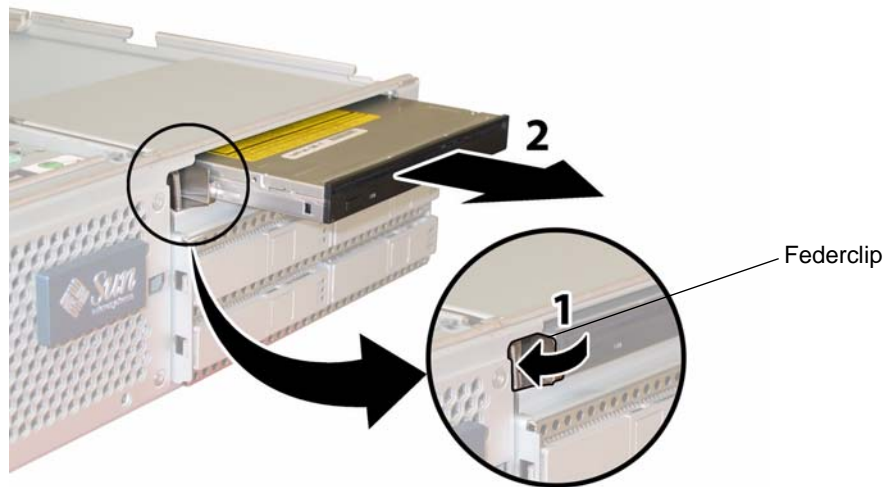

ABBILDUNG 4-37 Ausbauen des DVD-ROM-Laufwerks
- a. Ziehen Sie den Federclip auf der Vorderseite des DVD-ROM-Laufwerks nach links, und halten Sie ihn in dieser Position. Siehe **ABBILDUNG 4-37**.